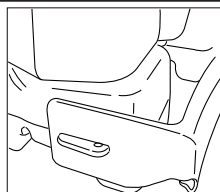

Figure 1.
1. Installez le support lombaire sur les languettes à la base du réservoir. **Voir la figure 1.**